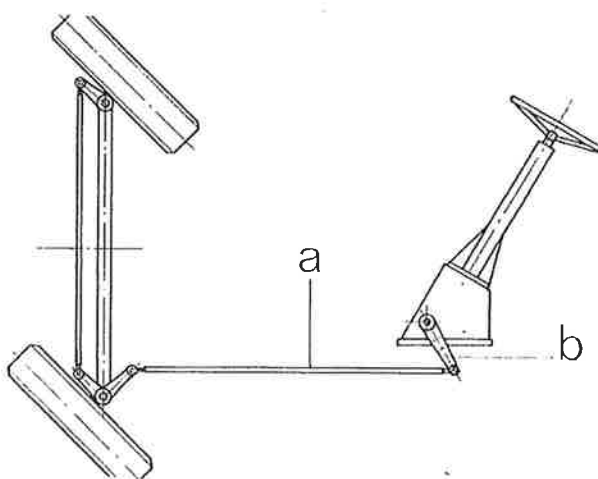

FIG. 69 - Schéma du dispositif de braquage
- séparer le tendeur (a) (Fig. 69) du levier (b);